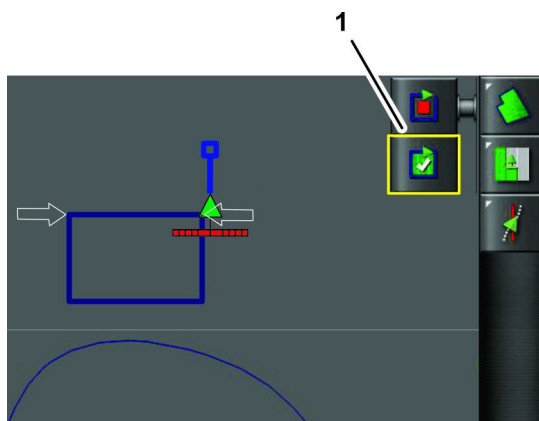

図 50
6. 新現場の境界線の記録終了点の上に、マシンの左前タイヤの外側中心部分を合わせて、マシンを停止させる 図 50。
7. 境界記録終了アイコンを押し 図 50。